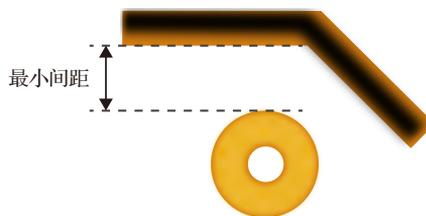

图 5-52 练习题 1 图
1. 嘉立创可生产的 PCB 导线与焊盘的最小间距（见图 5-52）为以下哪个参数？（ ）